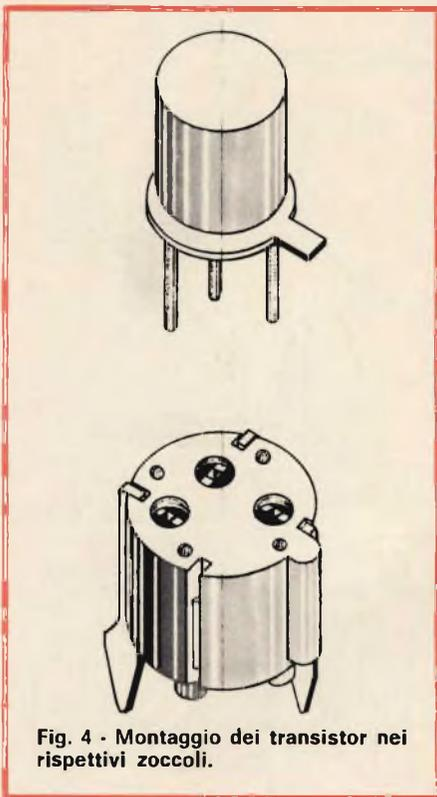

Fig. 4 - Montaggio dei transistor nei rispettivi zoccoli.
- Tagliare i terminali dei transistor a circa 6 mm dalla base e quindi inserirli nei rispettivi zoccoli come indica la fig. 4.